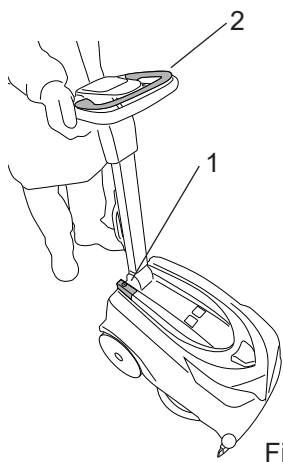
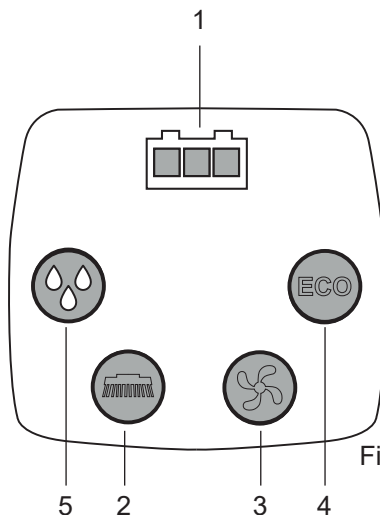

Fig.14
Fig.15
- Hoofdschakelaar (Fig.14- Ref.1): schakelt de elektrische voeding voor alle machinefuncties in of uit.
- Controlelampje acculading (alleen modellen met accu) (Fig.15-Ref.1): bestaat uit 3 leds, rood, geel en groen, die het laadniveau van de accu aangeven. De mogelijke situaties zijn:
- Borstelknop (Fig.15-Ref.2): schakelt de borstelfunctie in (led aan) en uit (led uit); de borstel treedt alleen in werking door de "bedieningshendel borstel" te bedienen (Fig.14-Ref.2).
- Zuigknop (Fig.15-Ref.3): schakelt de zuigmotor in (led aan) en uit (led uit), waarmee de vloer gedroogd kan worden. De motor start pas wanneer de bedieningshendel van de borstel wordt bediend.
- Druknop vloeistofstroom met controlelampjes (Fig.15-Ref.5): schakelt de afgifte van de vloeistofstroom met drie verschillende niveaus in (led aan) en uit (led uit). De afgifte gebeurt alleen bij werkende borstel.
- ECO-druknop (Fig.15-Ref.4): schakelt de ECO-werking in (led aan) en uit (led uit).